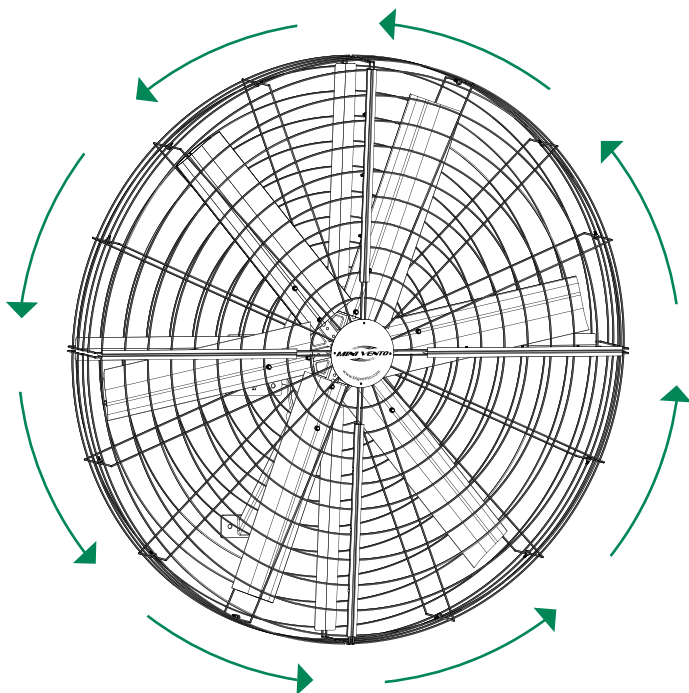

Fig. 19.1
19.7 Verifique la rotación apropiada del ventilador. El giro debe ser en sentido opuesto de las manecillas del reloj, cuando se observa desde el suelo (Fig. 19.1).